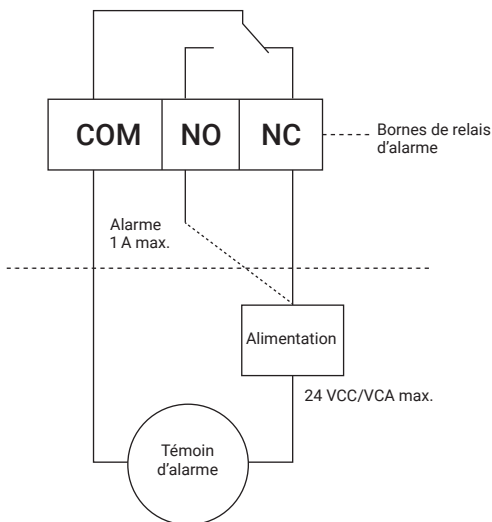

Figure 2.5 Câblage d'alarme
Le régulateur 460 comprend des bornes pour un relais d'alarme, comme illustré à la Figure 2.5. Il peut prendre en charge à la fois une source d'alimentation CA et CC (reportez-vous aux spécifications de tension et de courant maximum pour le relais ci-dessus). Il peut être câblé pour un fonctionnement normalement ouvert (NO) ou normalement fermé (NC).